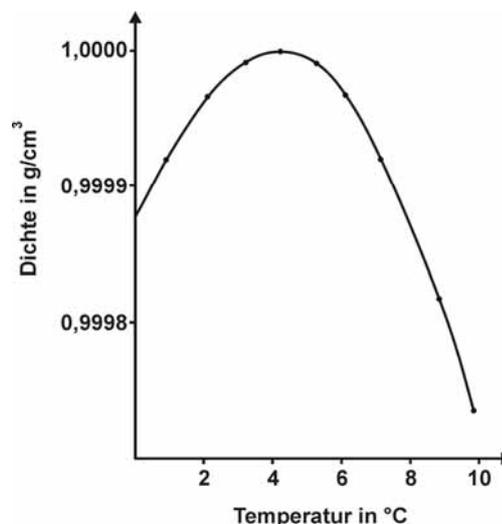

Abb. 2.1: Dichte des Wassers
- 2.1 Erläutern Sie an drei Beispielen den Zusammenhang zwischen der Struktur der Wassermoleküle, den herrschenden Bindungskräften und den Eigenschaften. Interpretieren Sie dazu auch die Abbildung 2.1 „Dichte des Wassers“.